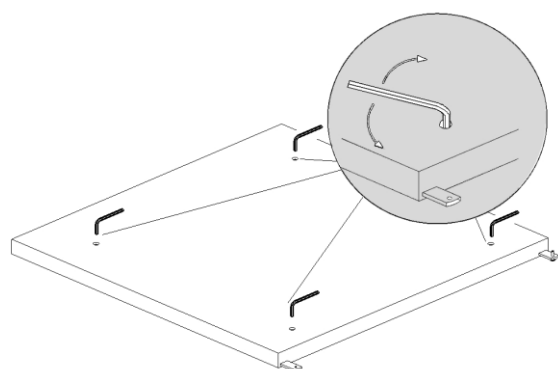

Fig. 2
- Colocar el panel del fondo en el suelo; tener en cuenta que el aparato debe quedar ligeramente inclinado hacia atrás con el fin de facilitar el cierre de las puertas y asegurar un buen funcionamiento. Las pequeñas diferencias de nivel pueden ser compensadas a través del arreglo de los pies (Fig. 2)